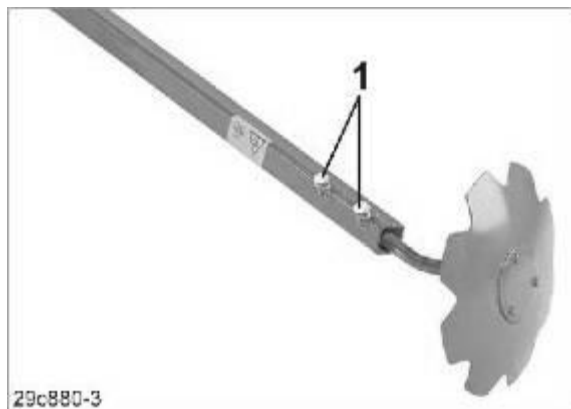

Рис.76
6. Ослабьте два болта (Рис. 76/1).
9. Затяните болты (Рис. 76/1).